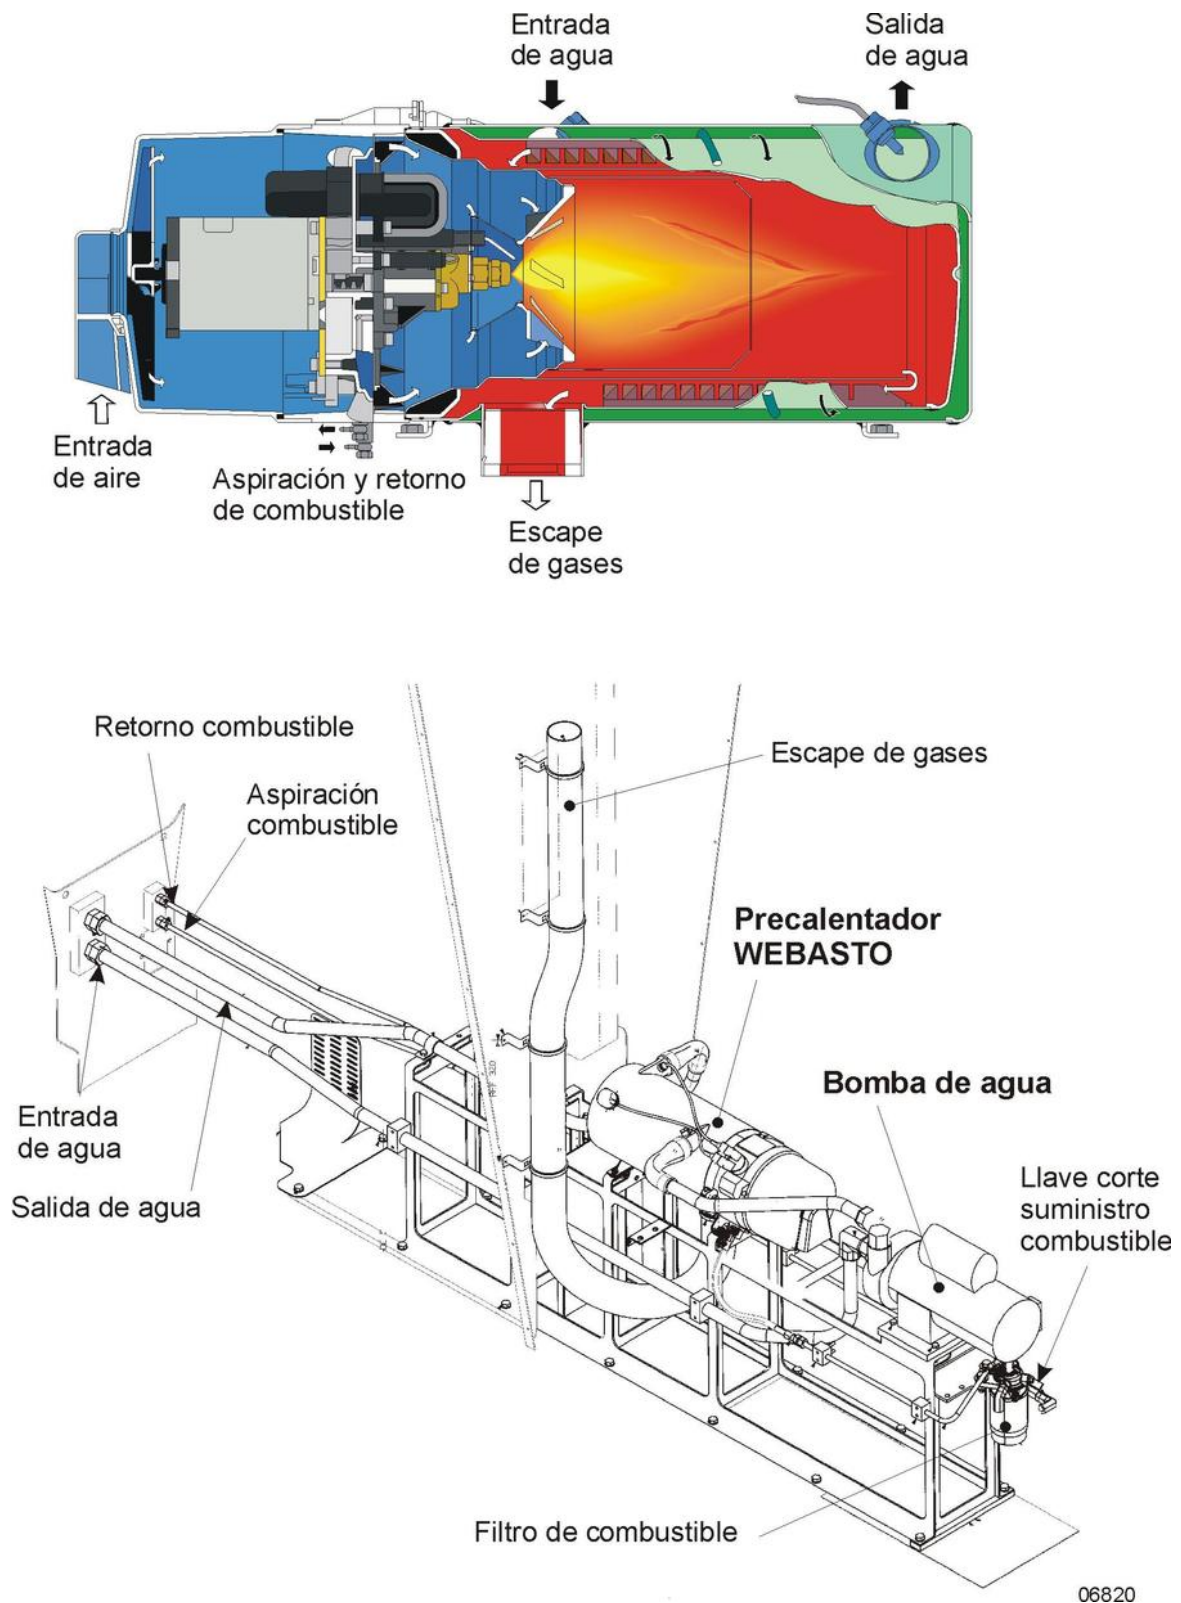

Figura 5-12. Precalentadores WEBASTO y bomba de agua
1. **Dos precalentadores**, localizados entre las bancadas de los radiadores, figura 5-12.
2. **Una bomba de circulación de agua**, situada en el mismo bastidor que los Webastos, ver figura 5-12.